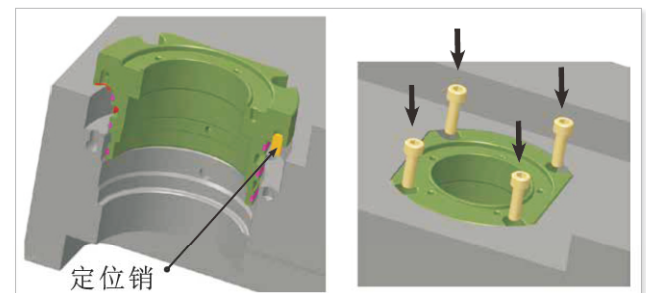

图11-20 将缸套安装至分流板型腔板
确保缸套的定位销位于分流板型腔板的定位销孔一侧，并且O形圈在缸套。见图11-20。
1. 使用内六角头有头螺钉将外阀体连接到歧管板上。扭矩至15Nm (11 ft-lb)。见图11-20。